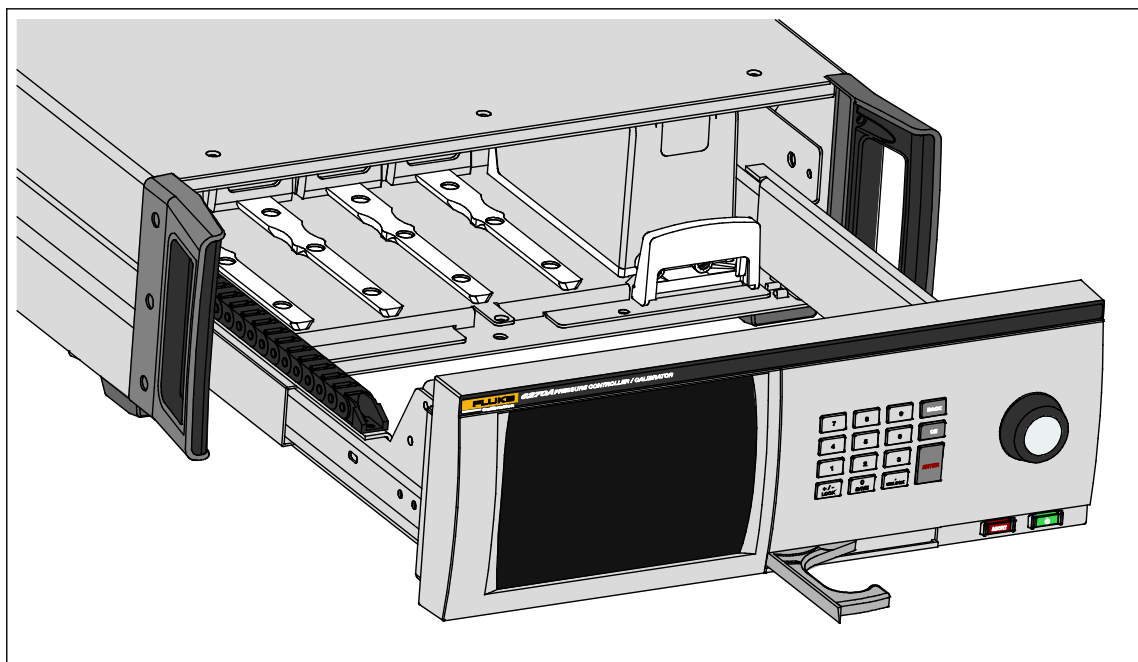

Figura 4. Installazione del PCM
5. La posizione del PCM nell'alloggiamento dei moduli è all'estrema destra. Allineare la traccia sulla parte inferiore del PCM con la fessura PCM all'interno del modulo. Vedere la Figura 4.